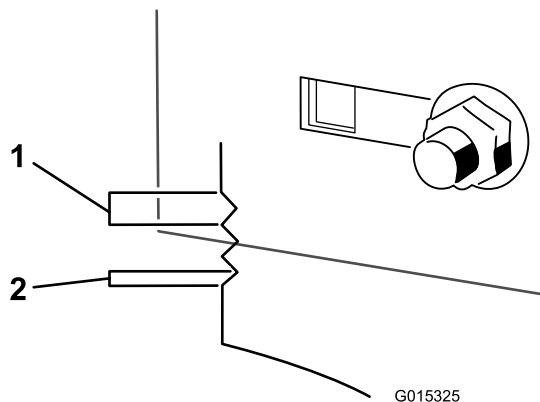

Figure 52
10. Utilisez les fentes du support soudé pour mesurer le réglage requis. La surface de chaque fente équivaut à 0,25 pouce, et un côté équivaut à 0,125 pouce (Figure 52). Réglez le tablier de coupe à la hauteur voulue.